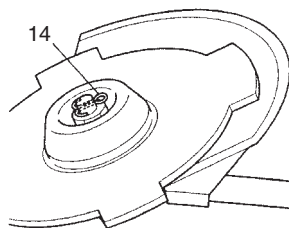

Fig. 9
- Cuando instale la tapa de soporte de la cuchilla (11), asegúrese de colocar la parte cóncava hacia arriba.
- Inserte la llave Allen (10) en el orificio de la transmisión en ángulo para bloquear el soporte de la cuchilla (12). Tenga en cuenta que el tornillo o tuerca de fijación de la cuchilla (13) está roscado a izquierdas (se afloja en el sentido de las agujas del reloj y se aprieta en el sentido contrario). Apriete el tornillo o tuerca de fijación con la llave de vaso.
- Si la unidad cuenta con una tuerca de fijación y está equipada con un pasador, la cuchilla debe retenerse con un pasador nuevo (14) cada vez que se instale. (Fig. 9)